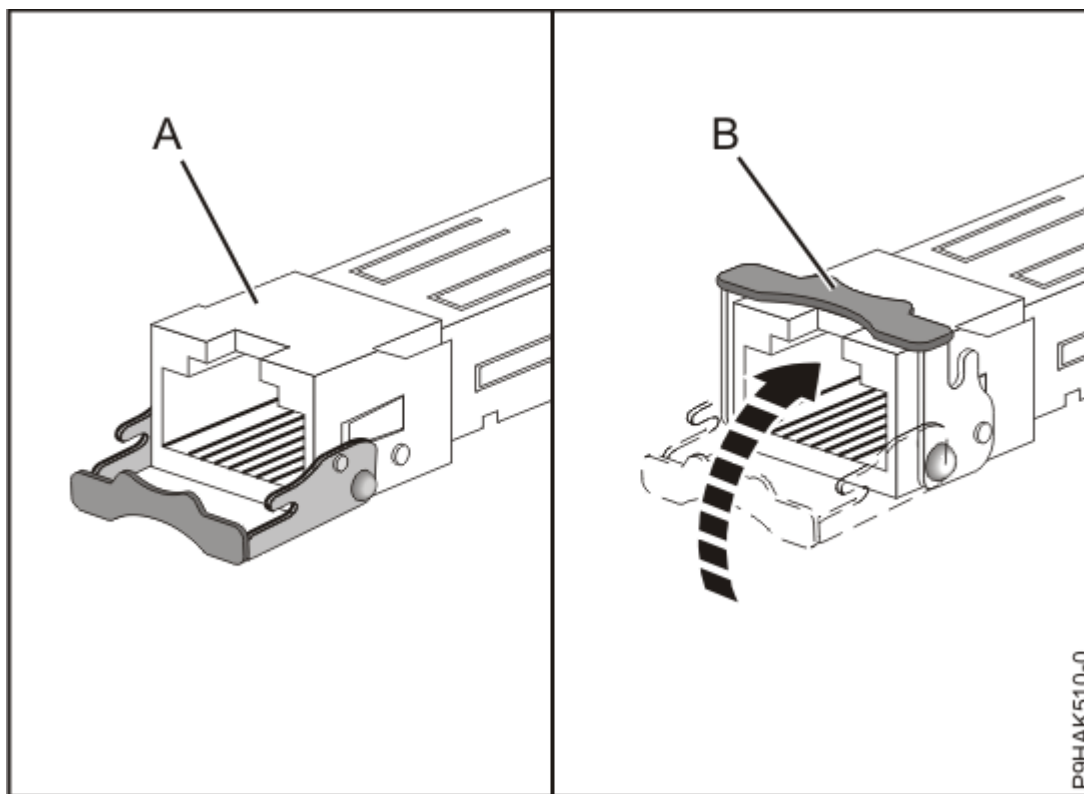

Figura 40. Substitució dels transceptors SFP a l'adaptador
- c) Amb el pestell **(B)** en posició oberta, empenyeu el pestell fent-lo rotar i traient-lo de la targeta tal com es mostra a la Figura 40 a la pàgina 58.